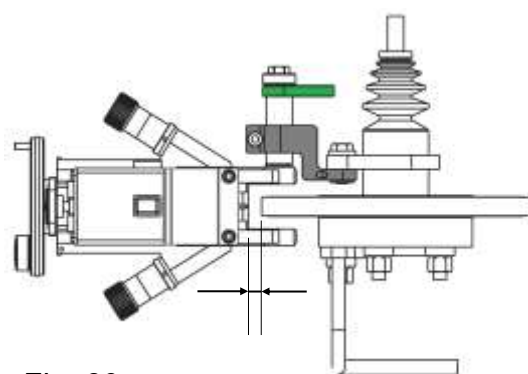

Fig. 39
La luce tra tornio e disco deve essere la minima possibile, ma come minimo 5 mm (0,04 poll.). Fig 39.
1. Portare il DL 2002 in posizione, fig. 39.